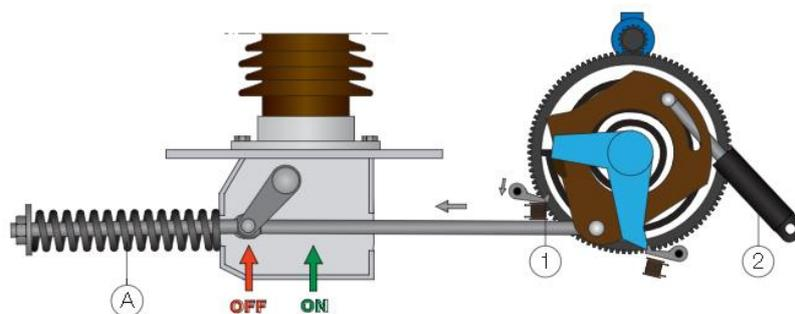

Рис. 4. Отключенное положение
2. Операция отключения. При отключении выключателя, катушка отключения освобождает защелку отключения (1), при этом пружина отключения (А) выключателя осуществляет саму операцию. Демпфирующее устройство (2) замедляет движение системы контактов. При операции отключения в выключателе с пружинным приводом существует малая вероятность отказа, поскольку выполнение этой операции зависит только от исправности защелки отключения и пружины отключения (рисунок 4).